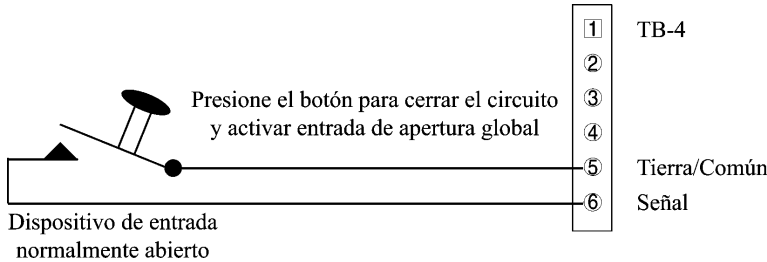

Figura 9: Conexiones de entrada a Apertura Global (GU)
- El controlador master (001) puede ser configurado con Entrada de Apertura Global (vea Figura 9) o